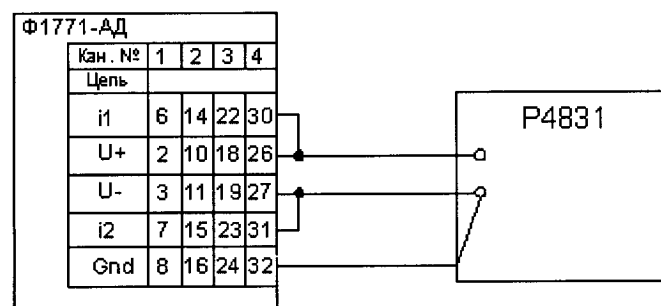
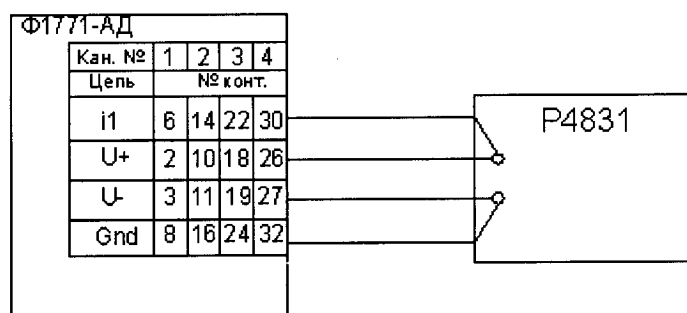

Рисунок 40 – Схема подключения входных каналов для сигналов ТС по 3-х проводной схеме.
Рисунок 41 – Схема подключения входных каналов для сигналов ТС по 4-х проводной схеме
Примечания: для сигналов от ТС допускается проверка по одной из схем включения – 3-х проводной (рисунок 40) или 4-х проводной (рисунок 41), при этом должна быть проведена настройка для соответствующей схемы включения. Для сигналов от ТП результаты измерений должны быть больше значения проверяемой точки на температуру свободных концов ТП, которая определяется в режиме “Настройка”.
1) Поверку проводить для всех типов ТС, на каналах, подключаемых (в зависимости от использования при эксплуатации) по одной из схем включения – 3-х проводной (рисунок 40) или 4-х проводной (рисунок 41), при этом настройка должна выполняться для соответствующей схемы включения.